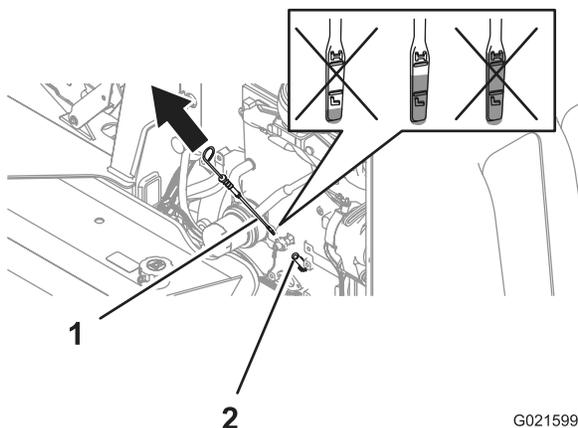

Figura 42
4. Remova a vareta de nível e limpe-a com um pano limpo (Figura 42).
5. Introduza a vareta no tubo, remova-a novamente e verifique o nível de óleo na vareta (Figura 42).